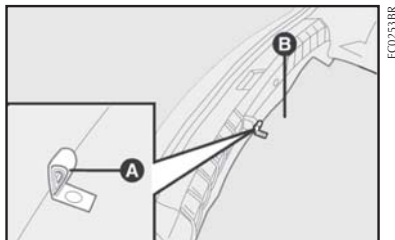

fig. 15
- colocar o tapete do revestimento **B-fig. 15**.